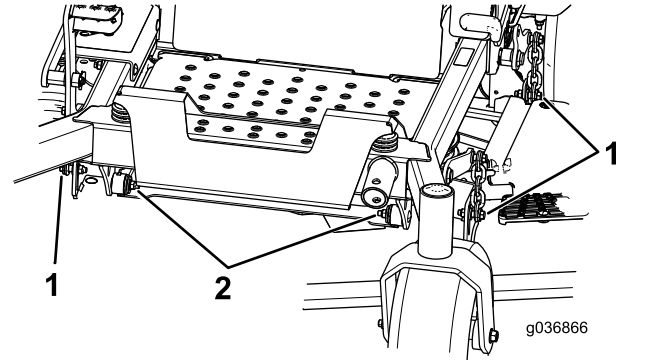

Bild 88
7. Entfernen und bewahren Sie die Schrauben und Muttern an beiden Seiten der Maschine auf (Bild 88).